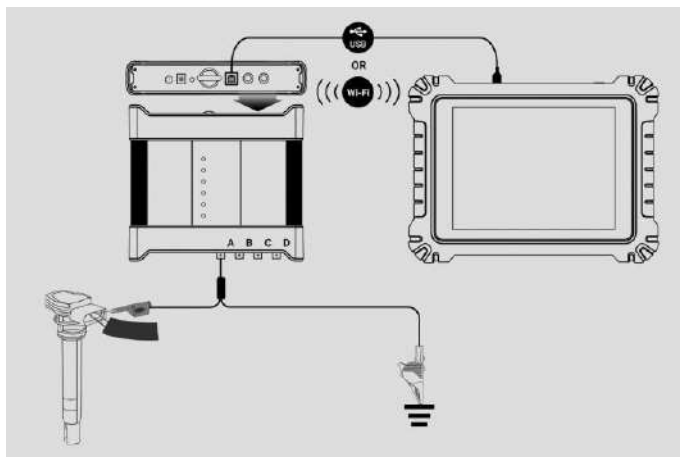

Figure 7-1 Exemple de diagramme de connexion
1. Insérez les extrémités des cordons de test ou des bornes de sonde dans le(s) canal(aux) d'entrée pour compléter la connexion (voir la **figure 7-1**).